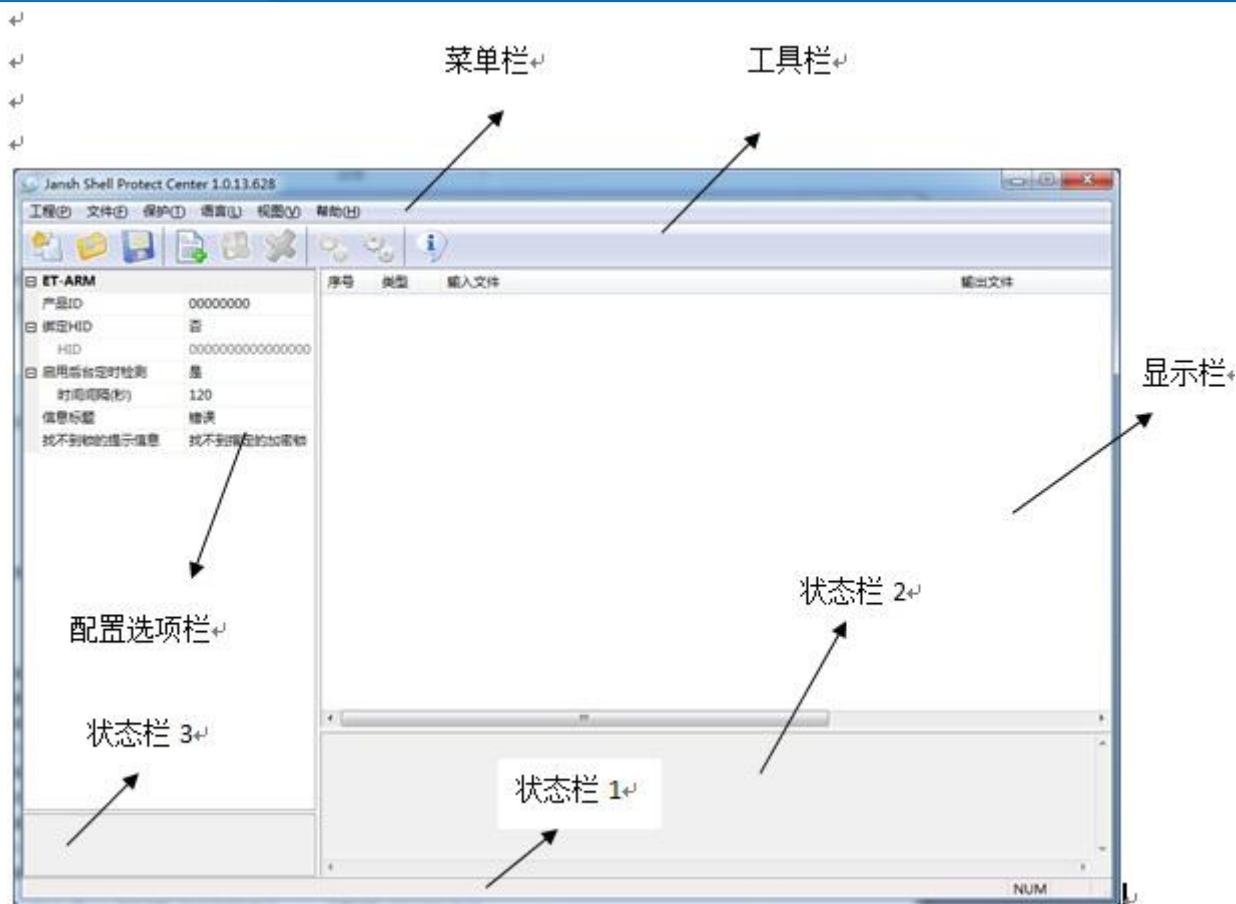

图 19 外壳加密工具
在电脑上插入一把 ET-ARM, 为以后叙述方便, 现将该把锁记为 A。打开 Envelope 工具, 进入如图 19 所示的 ET-ARM 外壳加密工具窗口界面。添加文件, 根据添加的文件类型不同, 配置选项栏会相应的显示与该文件相匹配的外壳选项。文件添加成功后根据需求, 在配置选项栏处选择要绑定的信息, 信息绑定后就可以对文件进行加密操作。在配置选项栏选定某一信息栏时, 在操作状态栏 3 处将会相应的显示选定的信息。
1. 配置选项栏界面如图 19 所示, 下面分别介绍配置选项栏中不同选项的功能: